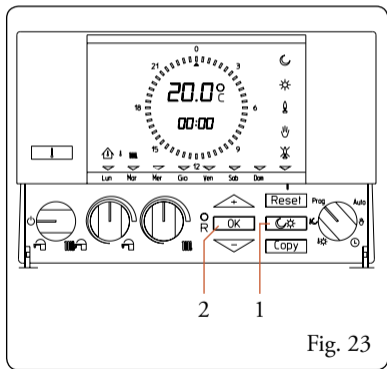

Fig. 23
- 5) Premere  (Fig. 23 pos. 1) per associare all'orario selezionato il regime di funzionamento desiderato comfort "☀" o ridotto "☾" (Fig. 23).
- 6) Terminata la personalizzazione del programma giornaliero prescelto premere  (Fig. 23 pos. 2).